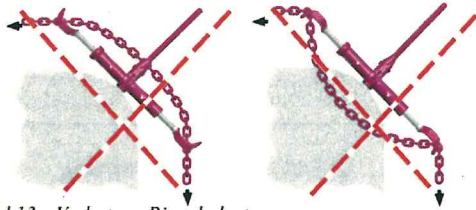

Bild 13: Verbotene Biegebelastung
- Achten Sie darauf, dass die ICE-Zurrkette durch scharfe Kanten der Ladung, mit der sie verwendet wird, nicht beschädigt wird. Benutzen Sie einen Kantenschutz, verwenden Sie die nächst größere Kettenabmessung oder nehmen Sie eine Reduzierung der Lashing Capacity (LC) von 20 % vor.
- ICE-CURT-Ratschenspanner dürfen nur auf Zug beansprucht werden. Biegebelastungen sind verboten (siehe Bild 13).